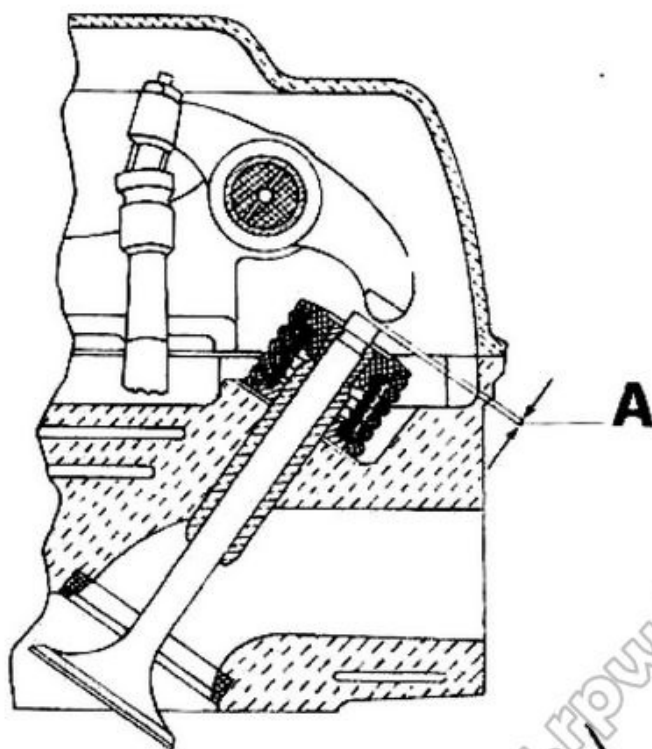

Fig. 28
- le valvole, dopo raggiunto la massima apertura, devono avere ancora una escursione di mm $1 \div 1,75$ (vedere A di fig. 28); prima che la molla (per il tipo V 7 - 700 cc) e la molla interna (per il tipo V 7 - 750 cc) vada a pacco.